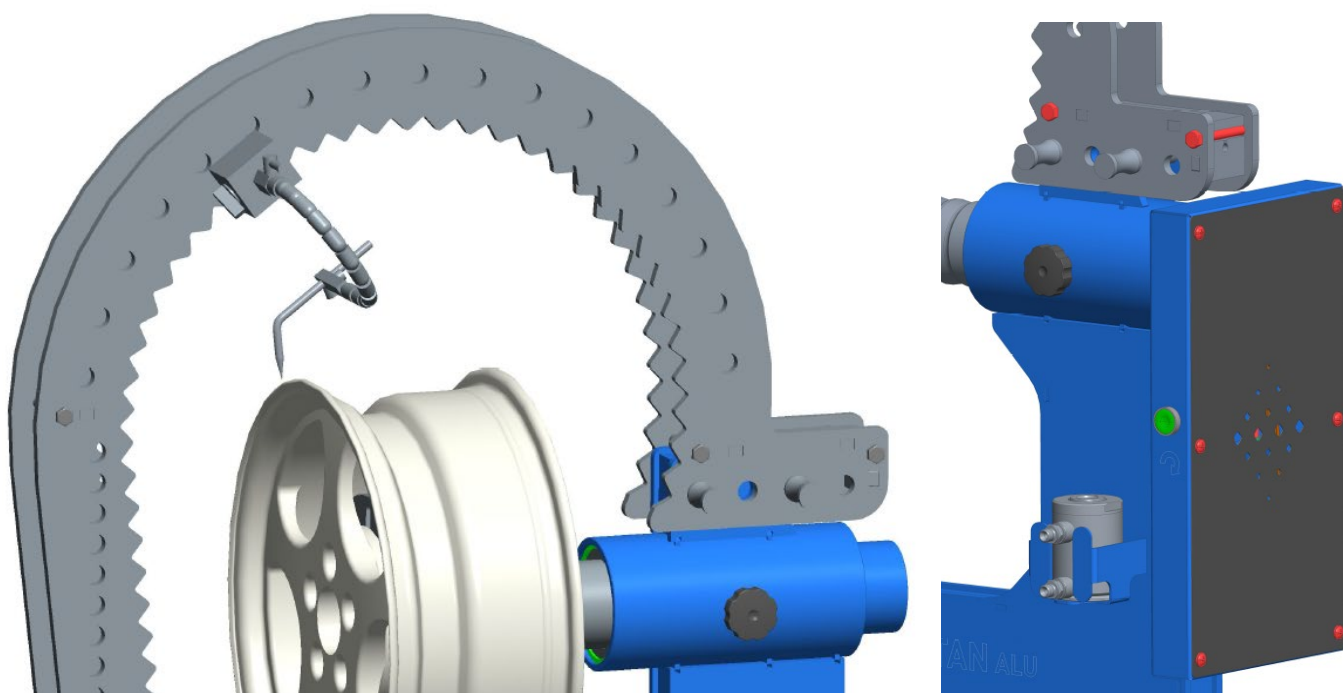

Рисунок 7.3 - Определение места деформации диска
7.3 Установить магнитную стойку с указателем биения на боковую поверхность моста, недалеко от места деформации диска. Подвести его заостренное окончание к ободу диска и зафиксировать в этом положении (рисунок 7.3). Вращая колесо рукой, или нажать кнопку «Вращение» (КС708-20), отметьте те точки на ободе, где остриё указателя начинает отдаляться от поверхности обода или наоборот мешает вращению. Сектор, расположенный между полученными отметками, является зоной правки. Отведите остриё указателя биения из рабочей зоны.